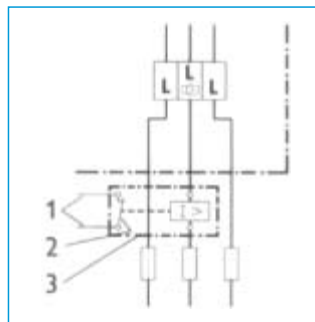

Fig. 17
- ▶ Conexión de prioridad para la combinación con otros aparatos eléctricos, p.e. calentadores-acumuladores eléctricos, se deberá conectar un relé de separación de la forma indicada en la fig. 17.